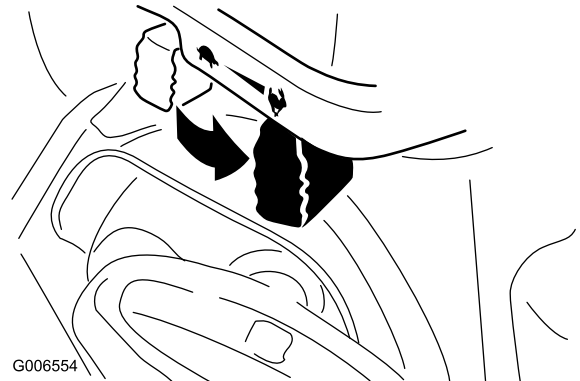

Figure 28
6. Placez la manette d'accélérateur en position haut régime (Figure 28).